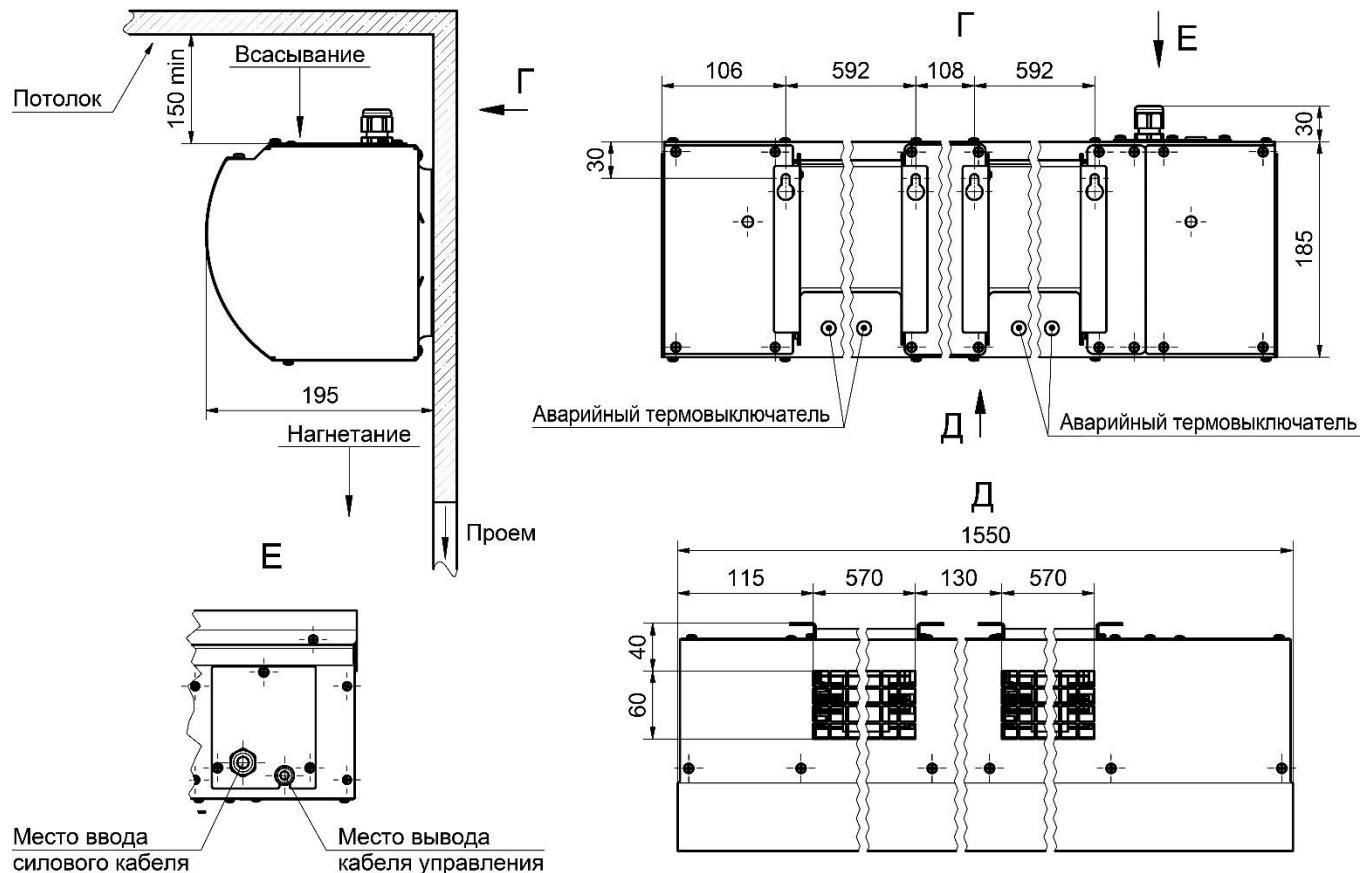

Рисунок 2-Электрическая схема КЭВ-6П1262Е
7.3.2 Питание завес КЭВ-3;4;5П1152Е осуществляется от однофазной электрической сети с напряжением **220В/50Гц**. Питание завес КЭВ-8;10П1062Е осуществляется от трехфазной электрической сети с напряжением **380В/50Гц**. Завеса КЭВ 6П1262Е заводской сборки подключается к сети **220В/50Гц**. Для ее подключения к трехфазной сети самостоятельно, необходимо снять перемычки (рисунок 2) и подключить трехфазный пятижильный кабель следующим образом: Защитный и нулевой проводники соответственно к клеммам РЕ и N, фазу С на клемму F, фазу В и А-на две свободные клеммы. При переводе завесы КЭВ-6П1262Е на трехфазное питание необходимо сделать соответствующую запись в п.14 настоящего Паспорта, а на табличке устройства зачеркнуть (забить) «**220В**».